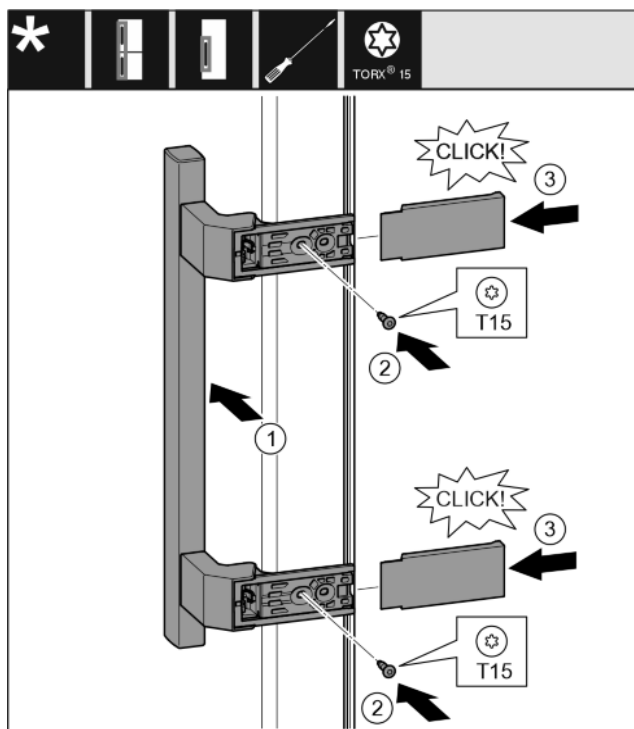

Fig. 31
- ▶ Postavite ručicu na suprotnoj strani. Fig. 31 (1)
- ▶ Odvijačem T15 čvrsto pritegnite vijke. Fig. 31 (2)
- ▶ Postavite pokrove bočno i natakните ih. Fig. 31 (3)